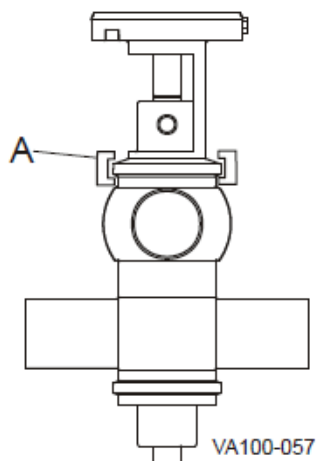

图 20—转接器卡箍的位置
4. 拆下阀轭与转接器之间的卡箍（图 20，项目 A）。
10. 重新紧固阀轭与转接器之间的卡箍（图 20，项目 A），然后去除空气压力，关闭阀门。